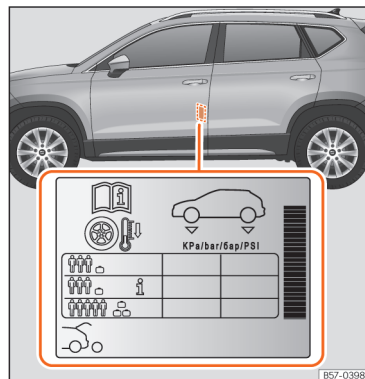

Fig. 216 Localização do autocolante da pressão de ar dos pneus.
- Adapte a pressão dos pneus à carga transportada pelo veículo »» Fig. 216.
Os valores da pressão de enchimento indicam-se na etiqueta autocolante situada na zona posterior da moldura da porta dianteira esquerda »» Fig. 216.
A pressão dos pneus tem de ser ajustada à carga momentânea do veículo. Se pretender utilizar o veículo com a carga máxima, terá de aumentar a pressão dos pneus para o valor máximo indicado na etiqueta »» Fig. 216.
No caso de uma roda de emergência mais estreita [125/70 R16 ou 125/70 R18], encher a 4,2 bar de pressão segundo indicado na etiqueta de pressão dos pneus »» Fig. 216.
Dependendo do veículo, pode adaptar-se a pressão de ar dos pneus para meia carga para aumentar o conforto de condução (pressão de ar dos pneus  »» Fig. 216). Quando se circula com a pressão de ar de conforto, o consumo de combustível pode aumentar ligeiramente.
- O condutor é responsável por garantir que todos os pneus do veículo estejam cheios com a pressão correta. A pressão de ar recomendada é indicada num autocolante »» Fig. 216.
- Com os pneus a frio, deverá manter-se sempre a pressão indicada no autocolante »» Fig. 216.